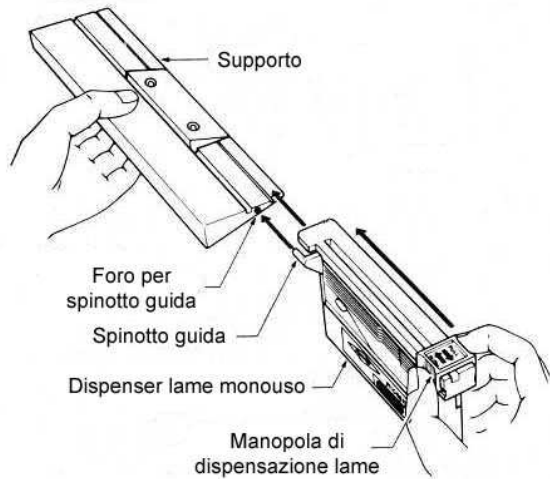

Figura 3
- 3) Appoggiare il dispensatore al supporto avendo cura di inserire lo spinotto guida nel foro corrispondente sul supporto stesso. Vedi figura 3.